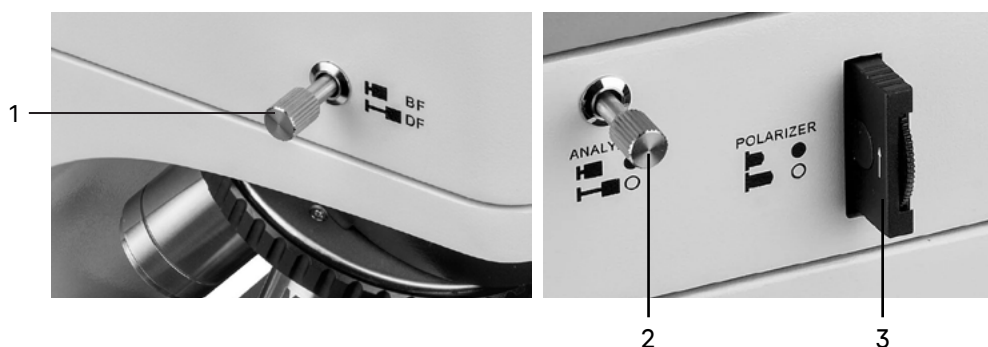

Рис. 16. Наблюдение в темном поле
1. Выдвиньте рукоятку 1 (рис. 16) светлого/темного поля в положение  BF
2. Установите анализатор 2 (рис. 16) в положение  O, поляризатор 3 (рис. 16) – в положение  O. Устройство простой поляризации выведено из хода оптических лучей.